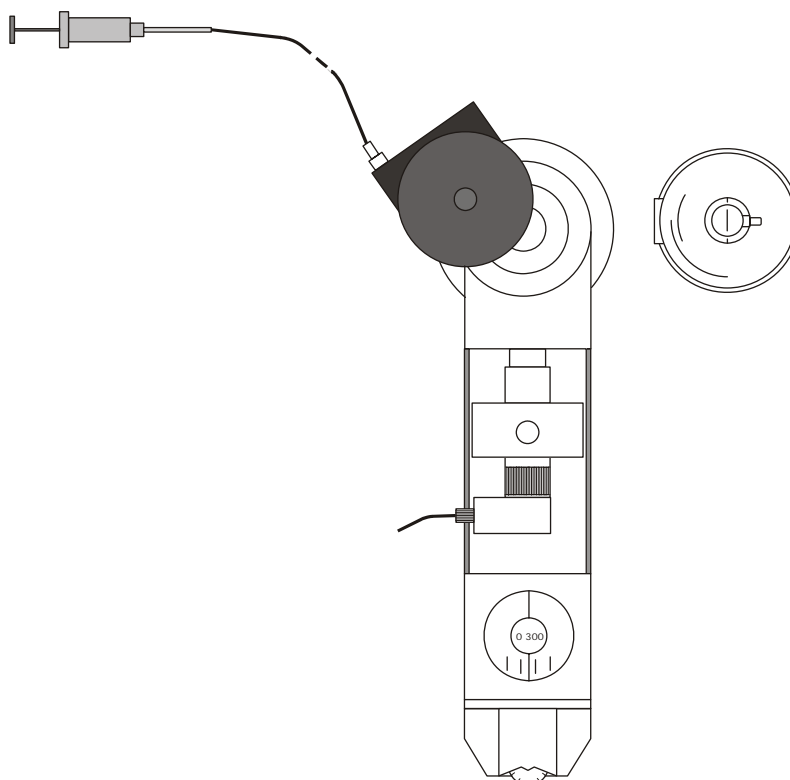

Fig. 9 Montaggio del caricatore pellicole
- Rimuovere la ganaschia di serraggio del supporto campione (vedere la Fig. 9).